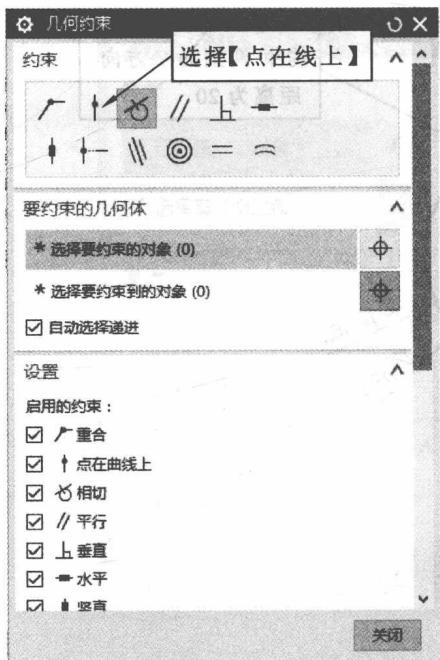
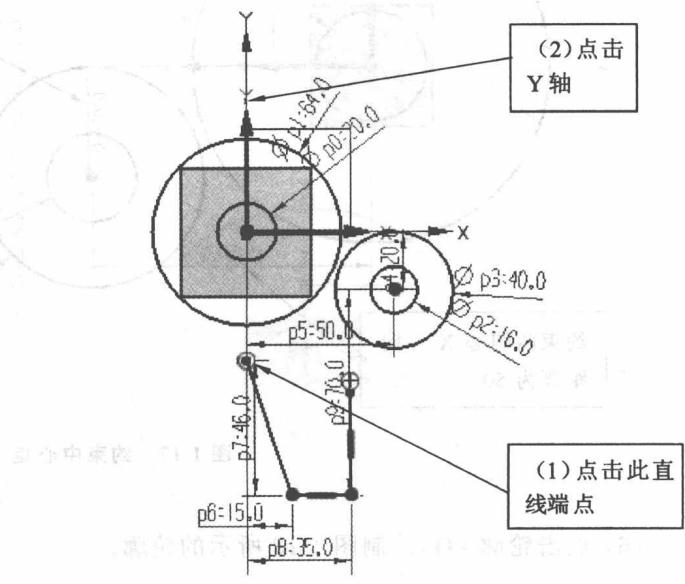

图 1-20 选择【点在线上】
图 1-21 约束端点在 Y 轴上
(8) 点击几何约束 ，如图 1-20 所示。点击【点在线上】，点击直线端点，点击 Y 轴，约束端点在 Y 轴上，如图 1-21 所示。